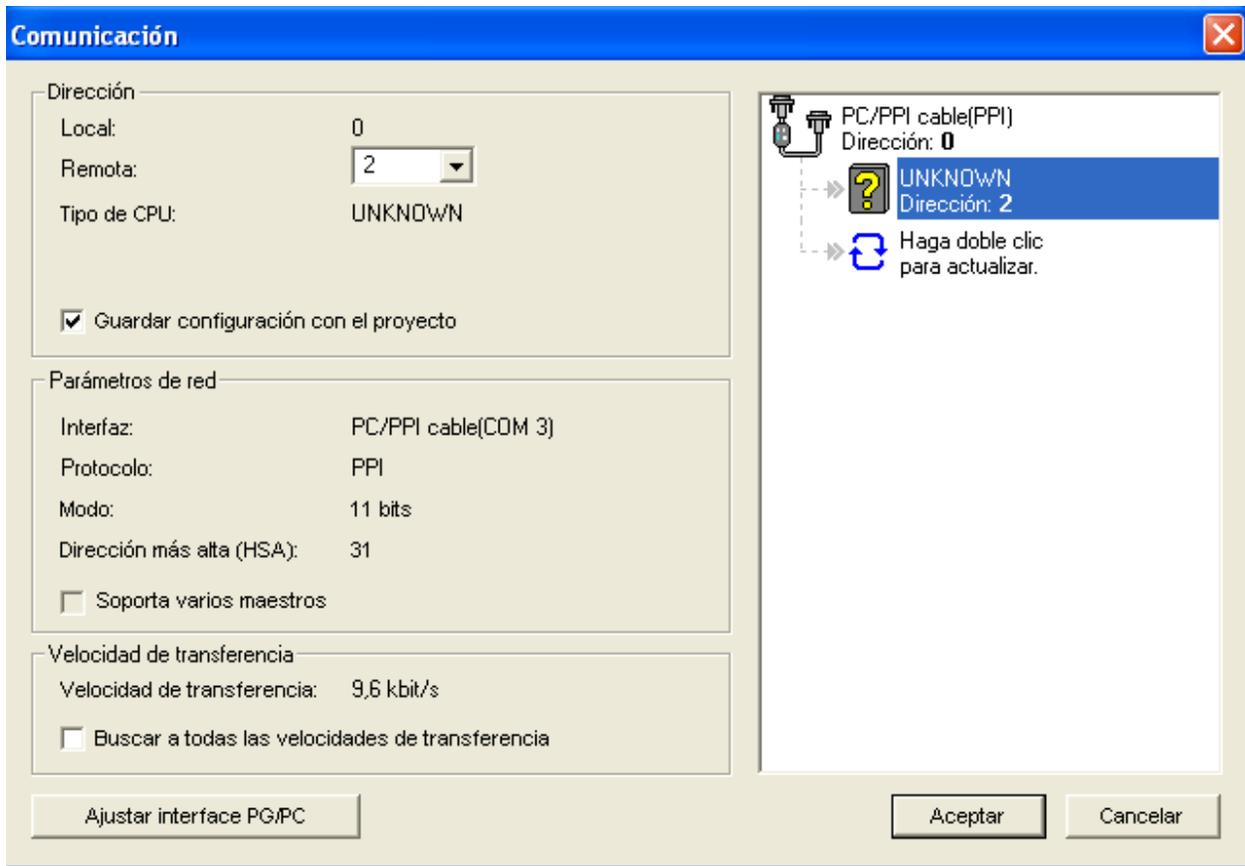

Imagen 14.
4.8. Terminada la actualización, observará que sobre el botón “Haga doble clic para actualizar” aparece la información “UNKNOWN dirección: 2”. Esto indica que el computador y la CPU están comunicados. Dele clic en Aceptar, con que lo que regresa a la pantalla principal del programa. (Ver imagen 14)